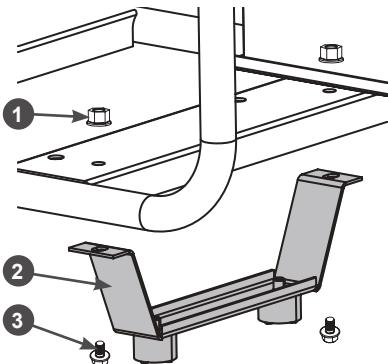

Рис. 7 Схема установки кронштейна с опорами рамы
- Установите опоры рамы. Схема установки кронштейна с опорами показана на Рис. 7.